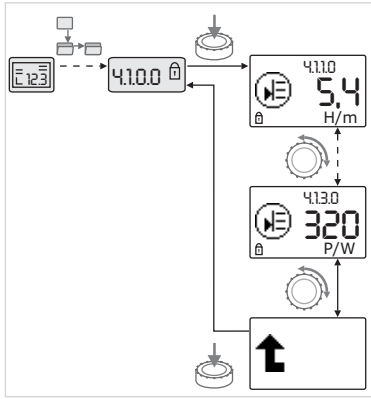

Fig. 40: Hämtning av information
- Välj menyelement av typen "Information" för aktuell undermeny genom att vrida på driftknappen (se Fig. 40). För en förklaring av inställningarna med symboler, se tabellen i kapitel 8.7 „Referens menyelement“ på sidan 41.